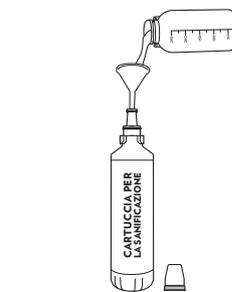

Fig. 1-19
- 29.4** - Rimuovere il tappo di protezione dalla cartuccia per la sanificazione, con ausilio dell'apposito imbuto versare il liquido sanificante Anolyte® all'interno della stessa, vedi Fig. 1-19.